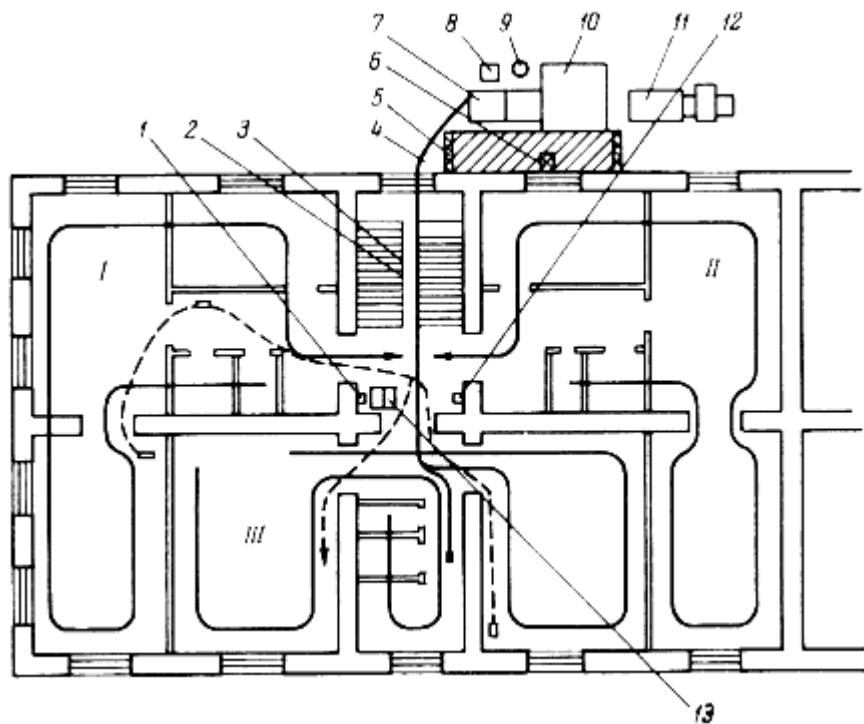

Рис. 1. Схема организации производства штукатурных работ
1. Технологическая карта разработана на производство работ по оштукатуриванию поверхностей механизированным способом в одном этаже секции ремонтируемого многоэтажного здания общей площадью 492 м^2 (рис. 1.). В состав работ, рассматриваемых картой, входят: нанесение слоев набрызга и грунта при помощи растворонасоса; нанесение накрываочного слоя вручную с применением затирочной машины.